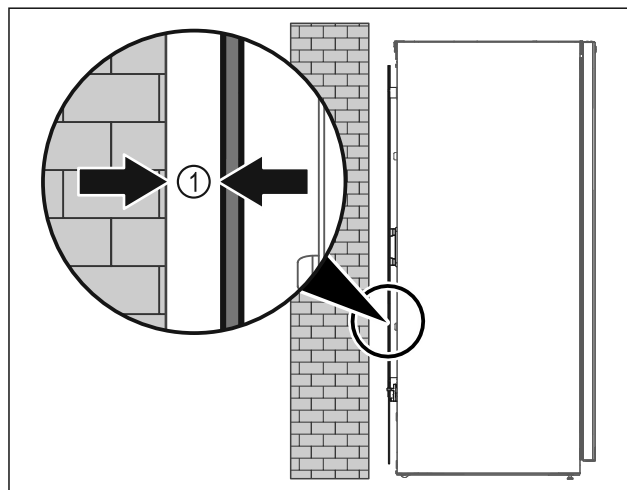

Fig. 10
- Zariadenie inštalujte voľne v priestore alebo priamo na stenu v minimálnej vzdialenosti 5 mm Fig. 10 (1).